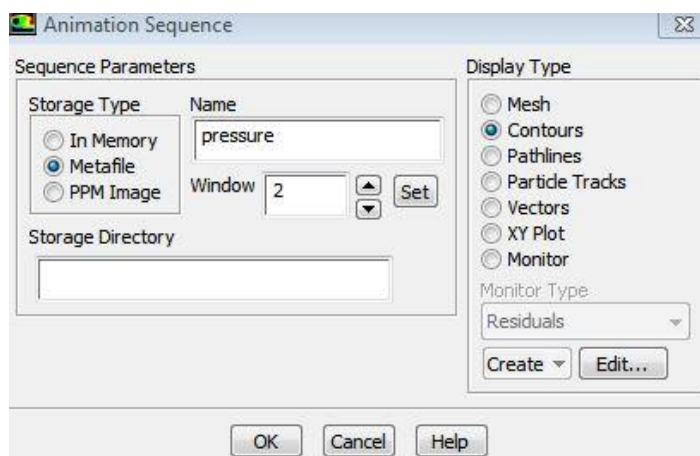

Рисунок 37 – Меню параметров анимации (*Animation Sequences*)
- в появившемся окне (рисунок 37) необходимо ввести 2 в число окон (*Window*) и нажать клавишу *Set*;